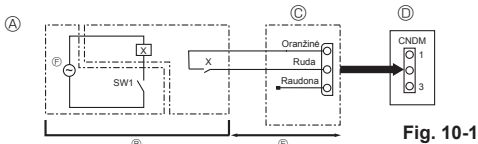

Fig. 10-1
10.1. Mažo triukšmo režimas (modifikacija vietoje) (Fig. 10-1)